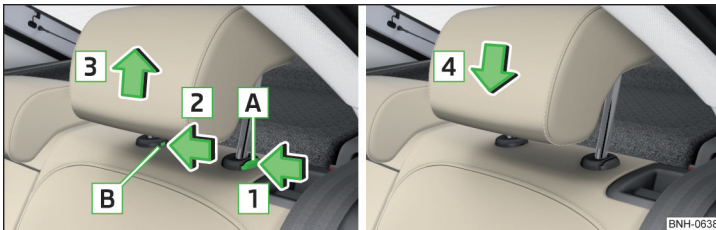

Abb. 59 Kopfstütze hinten herausnehmen/einsetzen
- › Zum **Herausnehmen** die Sicherungstaste **A** in Pfeilrichtung **1** halten, gleichzeitig mit einem Schlitzschraubendreher (mit einer Breite von max. 5 mm) die Sicherungstaste in der Öffnung **B** in Pfeilrichtung **2** drücken und die Stütze in Pfeilrichtung **3** herausnehmen » Abb. 59.